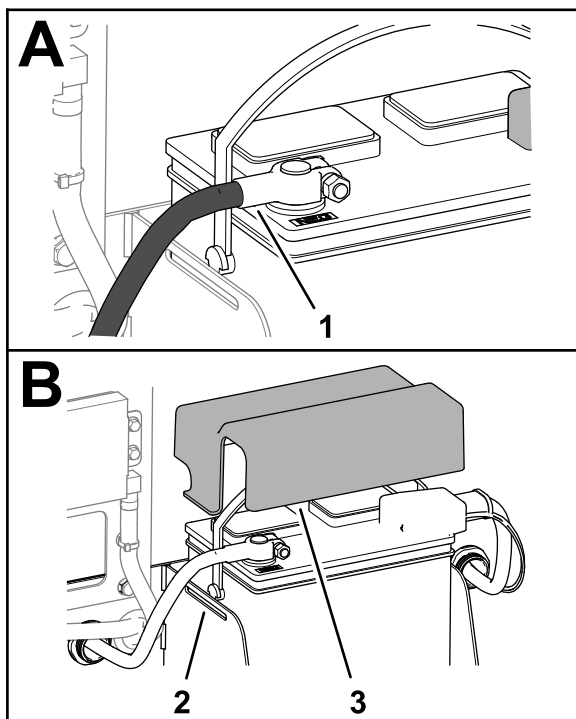

図 20
2. マイナスケーブルのクランプをバッテリー端子に取り付けて、クランプについている T ボルトとナットで固定する 図 20。
4. バッテリーにカバーを取り付けるカバーに付いているタブをバッテリートレイのスロットに合わせてはめ込む 図 20。